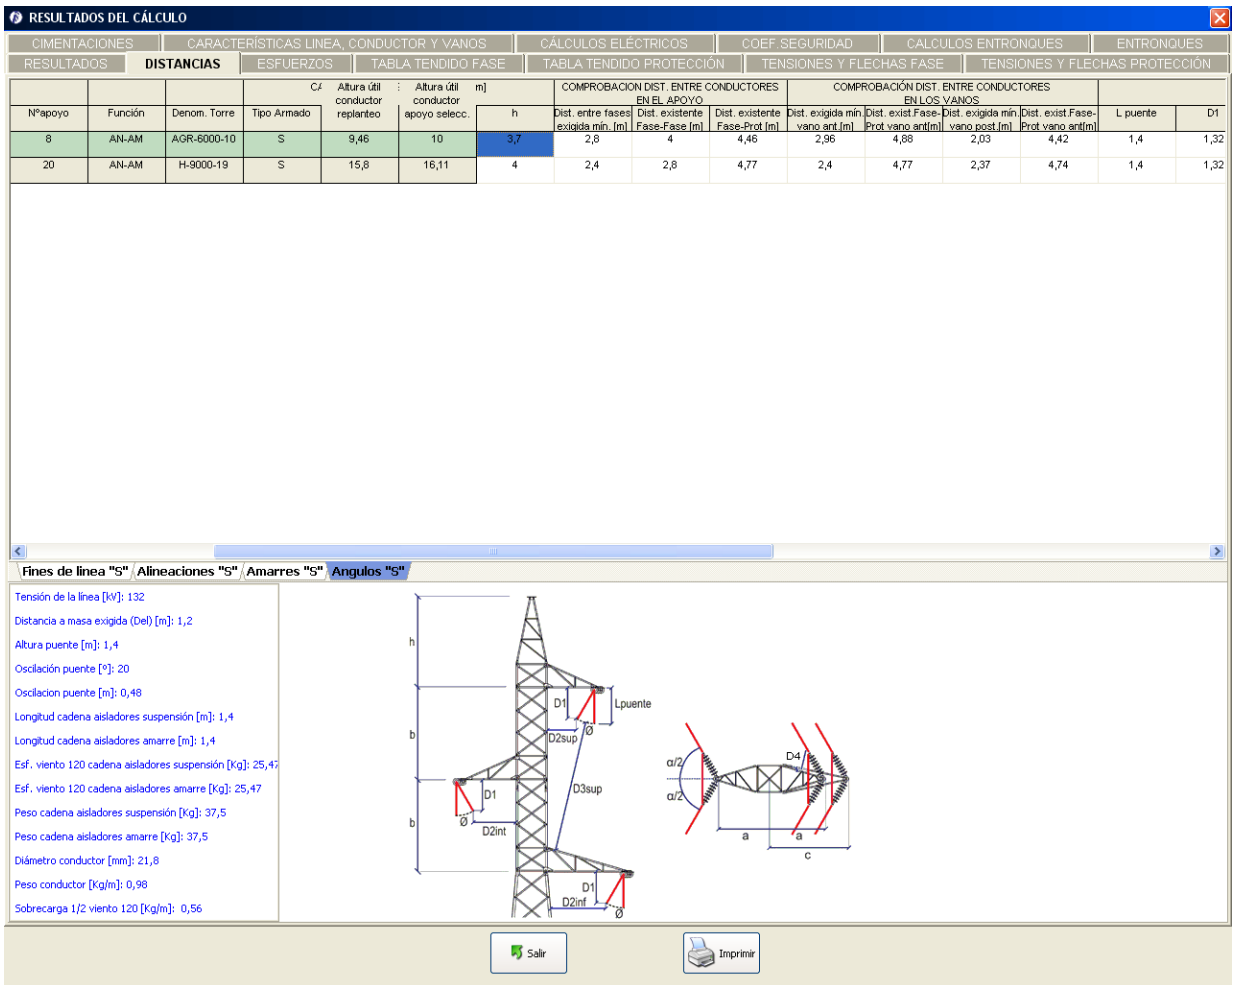

Figura 5.122. Ventana de Distancias
- Distancias (Figura 5.122), en esta ventana se muestran las distintas distancias que debe cumplir cada apoyo según R.D. 223/08, se vuelven a dar datos de cada apoyo y las *comprobaciones de distancia entre conductores en el apoyo*, *comprobaciones de distancia entre conductores en los vanos* y *distancias a masa*.
- Comprobaciones distancias a masa: En el dibujo de la parte inferior de la Figura 5.122 se explica cada distancia mostrada. A parte de la comprobación de todas las distancias verticales posibles, se incorpora la comprobación de la distancia horizontal (D4) para los apoyos de ángulo. Esta distancia considera la distancia desde el conductor, con su ángulo correspondiente, a la parte más cercana al apoyo.